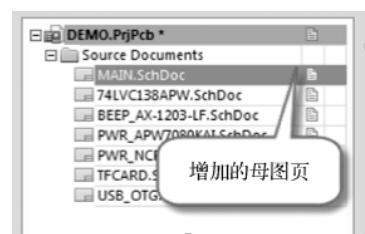

图 5-87 增加的母图页
(2) 执行菜单命令“文件-新的-原理图”，新建一个空白的层次原理图的母图页，保存为“MAIN.SchDoc”，如图 5-87 所示。